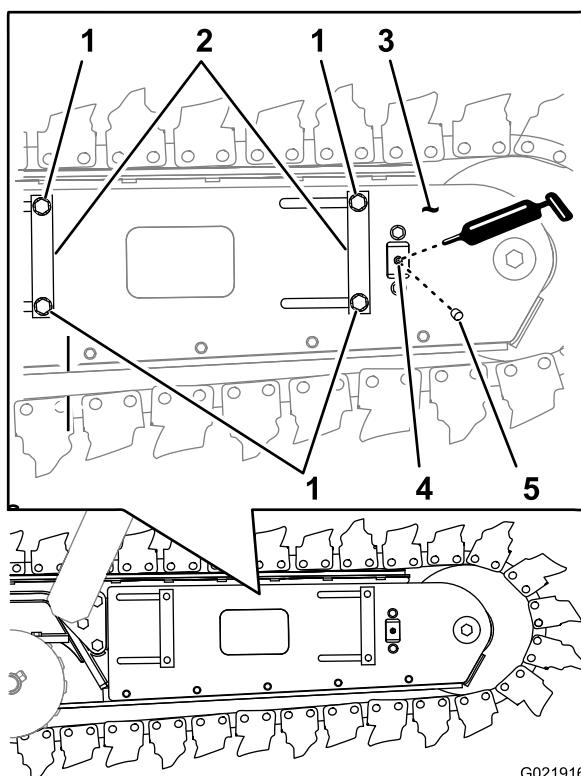

Figura 34
1. Localice el tapón del engrasador en la chapa lateral del lado izquierdo de la espada (Figura 34).
2. Limpie la zona alrededor del tapón guardapolvo con un disolvente (Figura 34).
3. Utilice un alicate de punta fina para girar el tapón guardapolvo en sentido antihorario, y retire el tapón del engrasador (Figura 34).
- 4 pernos para la espada corta (Figura 34)